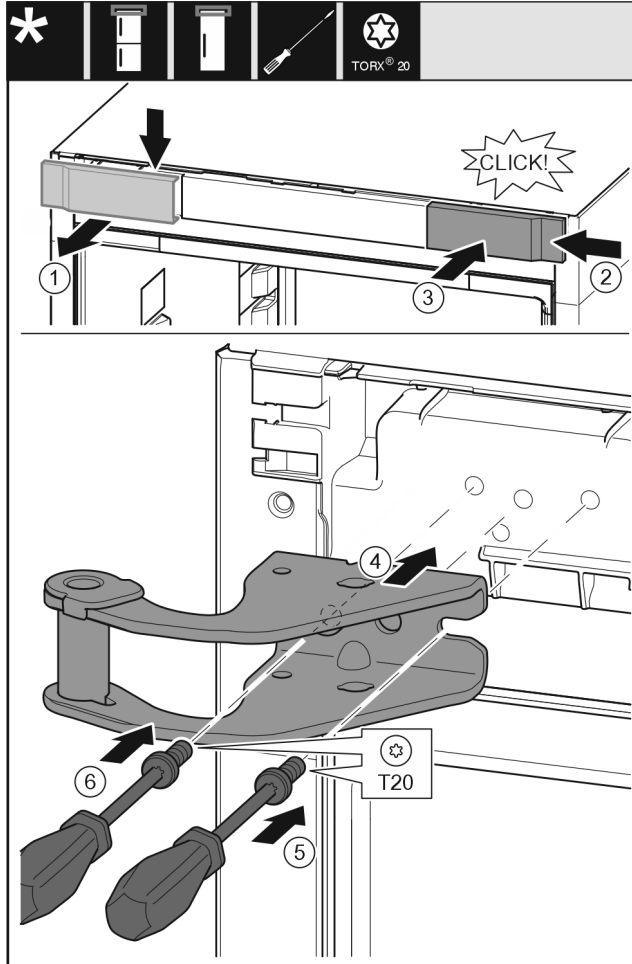

Fig. 11
- ▶ Ota suojus Fig. 11 (1) pois ylhäältä eteenpäin.
- ▶ Kiinnitä suojus Fig. 11 (2) oikealta toiselle puolelle 180° käännettynä.
- ▶ Lukitse suojus Fig. 11 (3) paikalleen.
- ▶ Aseta ylempi laakerijalusta Fig. 11 (4).
- ▶ Aseta ruuvi Fig. 11 (5) ja kiristä ruuvimeisselillä.
- ▶ Aseta ruuvi Fig. 11 (6) ja kiristä ruuvimeisselillä.